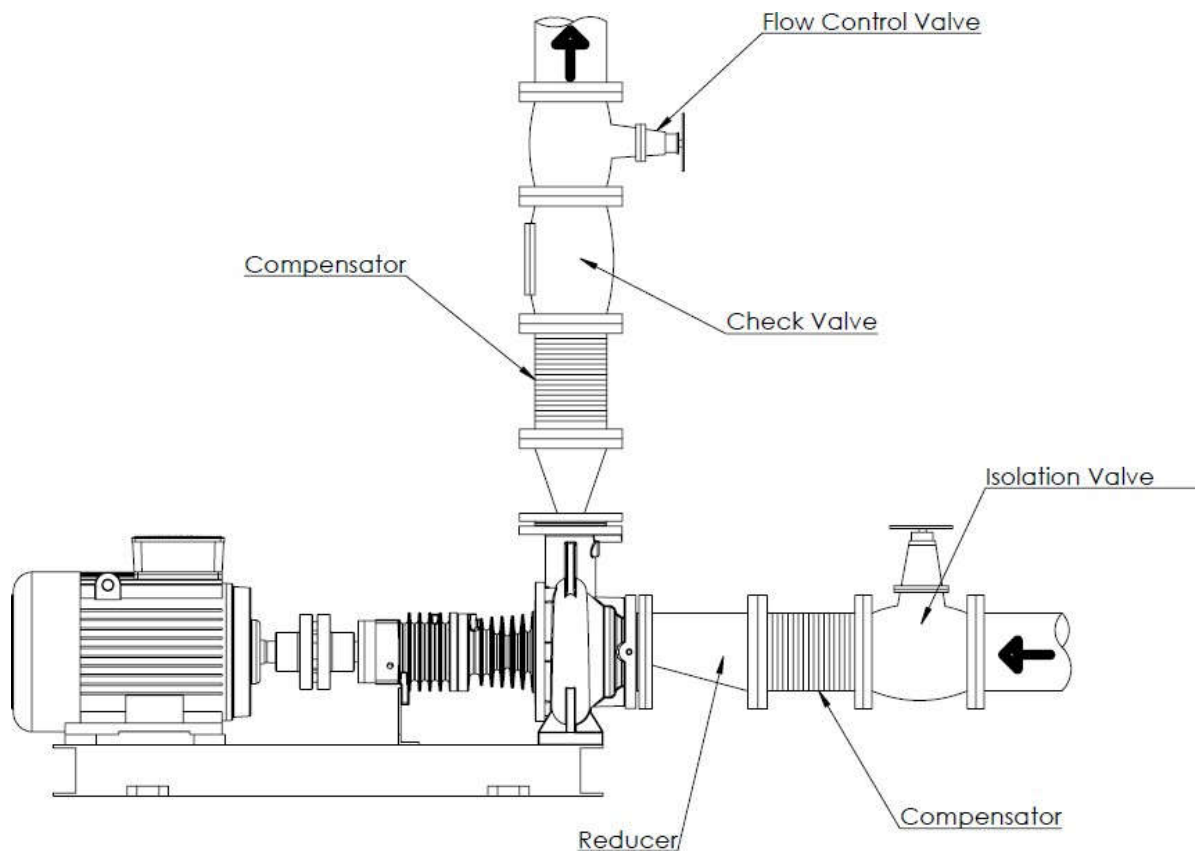

Рис. 3
- Термические расширения трубопровода и чрезмерные вибрации должны быть компенсированы с помощью вибровставок, чтобы не создавать дополнительную нагрузку на насос (рис.3)
- На всасывающем трубопроводе не допускается наличие воздушных карманов. Следовательно, всасывающий трубопровод должен иметь небольшой наклон вниз по направлению к насосу (рис. 3).
- Задвижка на всасывающей трубе должна быть установлена как можно ближе к насосу. Она всегда должна оставаться полностью открытой во время работы насоса и не должна использоваться для регулирования потока (рис. 3)